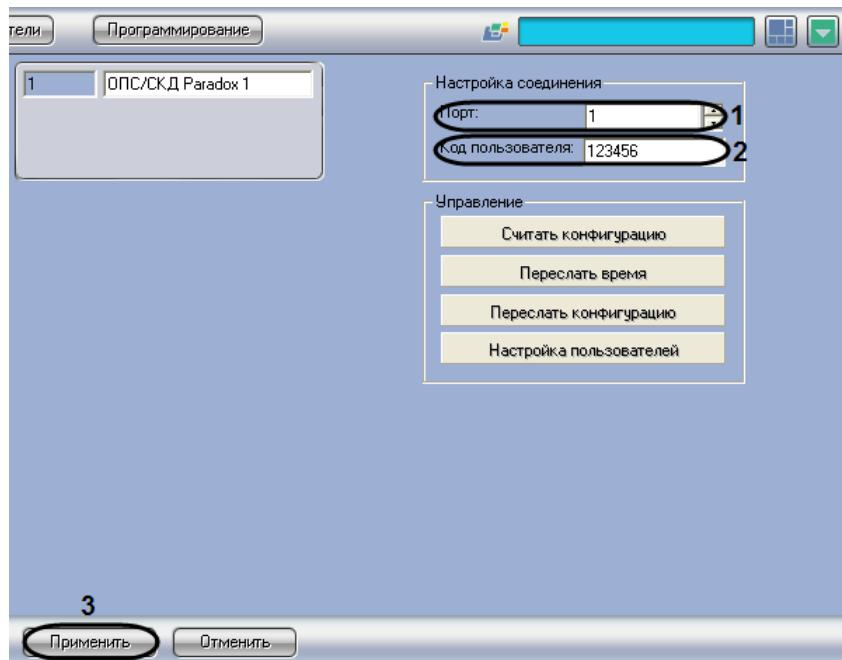

Рис. 3.2—2. Настройка соединения Сервера Интеллект с контрольной панелью EVO
1. Перейти на панель настройки объекта **ОПС/СКД Paradox** (Рис. 3.2—2).
2. В поле **Порт** ввести номер COM-порта Сервера *Интеллект*, используемый для соединения с контрольной панелью EVO (см. Рис. 3.2—2, 1).
3. В поле **Код пользователя** ввести код администратора контрольной панели EVO (см. Рис. 3.2—2, 2).